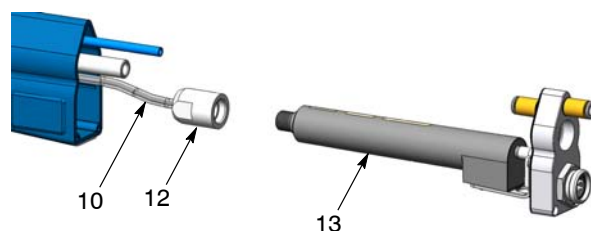

Figura 39 Deconectarea cablului electrodului
8. A se vedea Figura 39. Deșurubați piulița multiplicatorului (12) din multiplicatorul (13).
3. A se vedea Figura 39. Introduceți capătul arcului cablului electrodului (10) în gaura multiplicatorului până la capăt, apoi înșurubați bine piulița multiplicatorului (12) pe multiplicator.